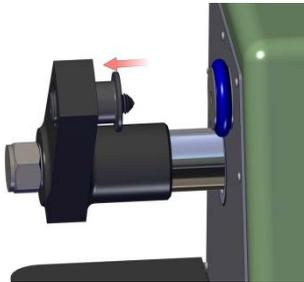
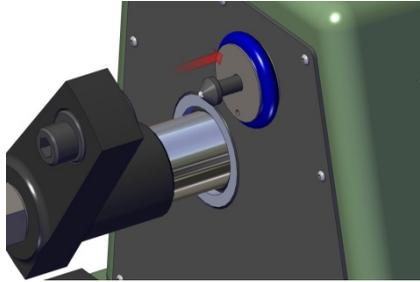
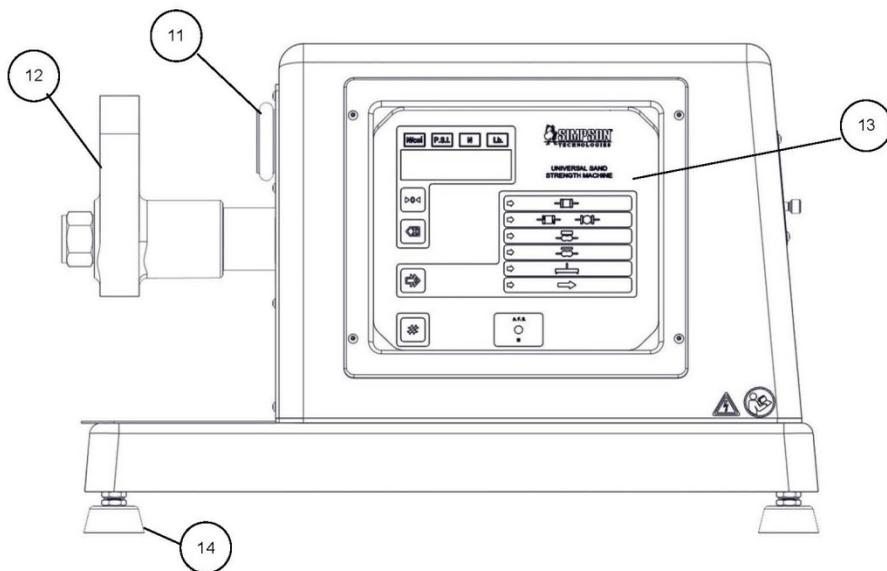

Figure 6.2.1
Figure 6.2.2
Figure 7.3 : Vue avant
3. Après environ cinq secondes, un message de bienvenue ("HELLO") apparaîtra sur l'écran numérique (Figures 7.3 & 7.4, N°13B). Si vous appuyez quatre fois sur n'importe quel bouton pendant que le message "HELLO" est affiché à l'écran, l'appareil de mesure passera en mode d'étalonnage.
4. Lorsque le message "HELLO" disparaît, et si vous avez sélectionné le mode d'étalonnage, trois messages apparaîtront successivement sur l'écran numérique : "SET-UP" ("Réglage"), "CALib" ("Étalonnage") et "rESET" ("Réinitialisation"). Pour sélectionner le mode souhaité, pressez le bouton "Démarrer" (Figures 7.3 & 7.4, N°13F) au moment où le message apparaît sur l'écran.
5. Pour sélectionner le mode d'étalonnage, suivez les indications des Étapes 2 à 5 et pressez le bouton "Démarrer" (Figures 7.3 & 7.4, N°13F) au moment où le message "CALib" ("Étalonnage") apparaît sur l'écran (Figures 7.3 & 7.4, N°13B).
6. Le message "HELLO" apparaîtra de nouveau sur l'écran numérique et l'indicateur lumineux "N/cm²" des Résistances & Forces (Figures 7.3 & 7.4, N°13A) commencera à clignoter. À ce moment, pressez le bouton "Démarrer". Le message "HELLO" apparaîtra de nouveau et sera suivi du chiffre "0", indiquant que l'appareil a été remis à zéro. L'indicateur lumineux "N" (Newtons) (Figures 7.3 & 7.4, N°13A) commencera à clignoter.
8. Remplacez les attaches avec la bille de support ajustable et la bille de support fixe, incluses avec le Mesureur de Force Mécanique, Modèle 42125. Insérez le support ajustable dans le bras de serrage mobile (Figure 7.3, N°12) en le glissant doucement dans le trou de fixation (voir Figure 6.2.1). Il est impératif que les supports d'étalonnage et coniques soient propres et exempts de sable meuble. Insérez la bille de support fixe dans l'orifice situé au centre du support du mors fixe (Figure 7.3, N°11) (voir Figures 6.2.2 et 6.2.3).
11. Installez le mesureur de force entre le support du mors fixe (Figure 7.3, N°11) et le bras de serrage mobile (Figure 7.3, N°12) (voir Figure 6.2.4).
14. Une fois la déviation de 0,01 mm atteinte sur le mesureur de force mécanique, vérifiez visuellement que l'écran numérique (Figures 7.3 & 7.4, N°13B) affiche la bonne charge en newtons. Si la valeur est incorrecte, suivez l'étape 15 pour régler l'affichage. Si la valeur est correcte, passez à l'étape 16.
- » Diminution rapide - Pressez le bouton "Sélection de l'essai" (Figures 7.3 & 7.4, N°13E)
- » Augmentation lente - Pressez le bouton "Réinitialiser l'affichage" (Figures 7.3 & 7.4, N°13D)
2. Tous les chiffres de l'écran numérique (Figures 7.3 & 7.4, N°13B) et tous les indicateurs lumineux d'essai s'illumineront et s'éteindront une fois.
5. La fonction "SET-UP" ("Réglage") permet de paramétrer le contenu des registres de l'appareil de mesure. Pour sélectionner la fonction "Réglage", pressez le bouton "Démarrer" (Figures 7.3 & 7.4, N°13F) au moment où le message "Réglage" apparaît sur l'écran. L'écran affichera le message "HELLO" suivi par des paires de nombres : le premier chiffre sur la gauche de l'écran numérique représente le numéro de registre ; le dernier chiffre fournit des informations sur le contenu du registre en question. Les valeurs du contenu doivent correspondre au tableau suivant.